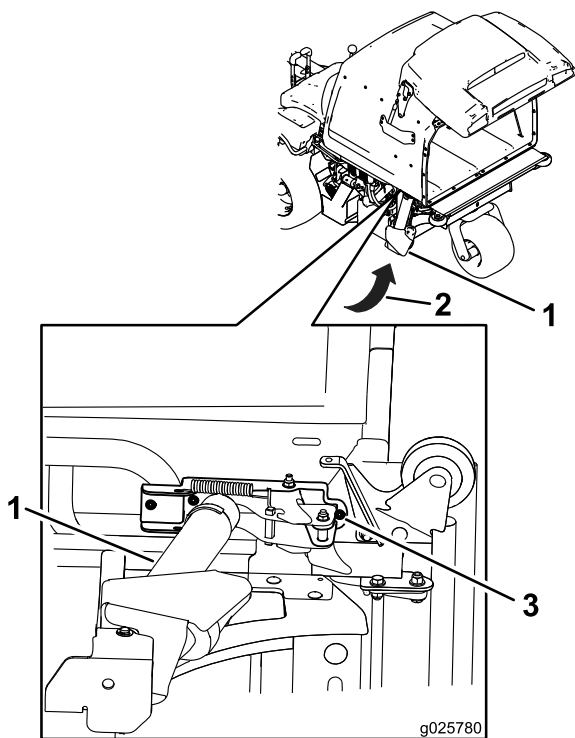

Figure 8
13. En regardant dessous, localisez la trou arrière dans le support de levage de trémie (Figure 8).
15. Percez un trou de 8,4 mm (11/32 po) de diamètre dans le cadre arrière (Figure 8).